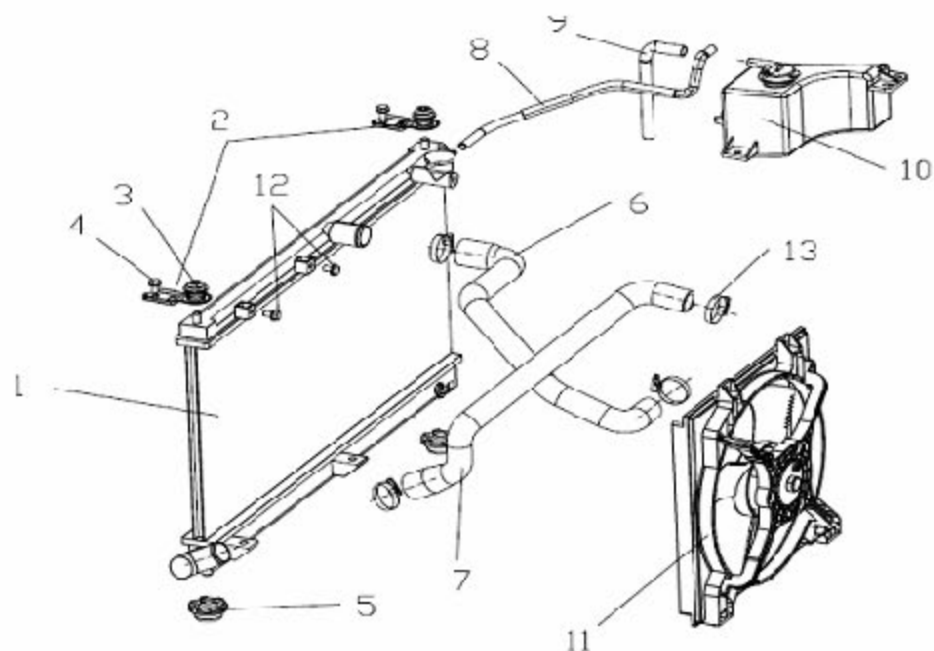

图 8-12
3). 拆卸步骤(见图 8-12)
电子扇总成的拆卸步骤参见图 8-12: